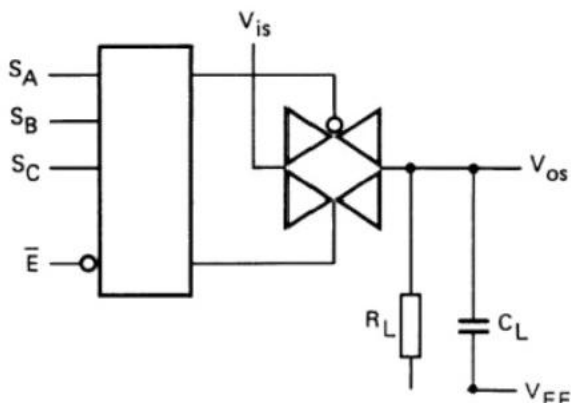

图3
- 1.RL=10KQ到 VEE;CL=50pF 到 VEE; E=Vss;Vis=Vop (方波);如图3 所示
2. RL=10KQ;CL=50pF 到 VEE; E=Vss;Sn=Vop (方波); Vis=Voo 和 RL 到 VEE 用来测量 tpLH;Vis=VeE 和 RL 到 Vpp 用来测量 tpHL; 如图3 所示
- 3.RL=10KQ;CL=50pF 到 VEE; E =VDD(方波); Vis=Voo 和 RL 到 VEE 用来测量 tpHz 和 tpzH;Vs=VeE 和 RL 到 Vop 用来测量 tpz 和 tpzI; 如图3 所示
- 6.RL=10KQ到 VeE;CL=15pF 到 VEE;E 或 Sn=Voo (方波);干扰是|Vos|(峰值);如图3 所示